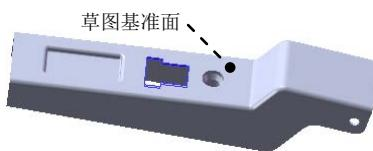

图 16.5.34 切除一拉伸 3
Step7. 创建图 16.5.34 所示的切除一拉伸 3。
(1) 选择命令。选择下拉菜单 $\text{插入(I)} \rightarrow \text{切除(C)} \rightarrow \text{拉伸(E)...}$ 命令。
(2) 定义特征的横断面草图。
① 定义草图基准面。选取图 16.5.34 所示的表面作为草图基准面。